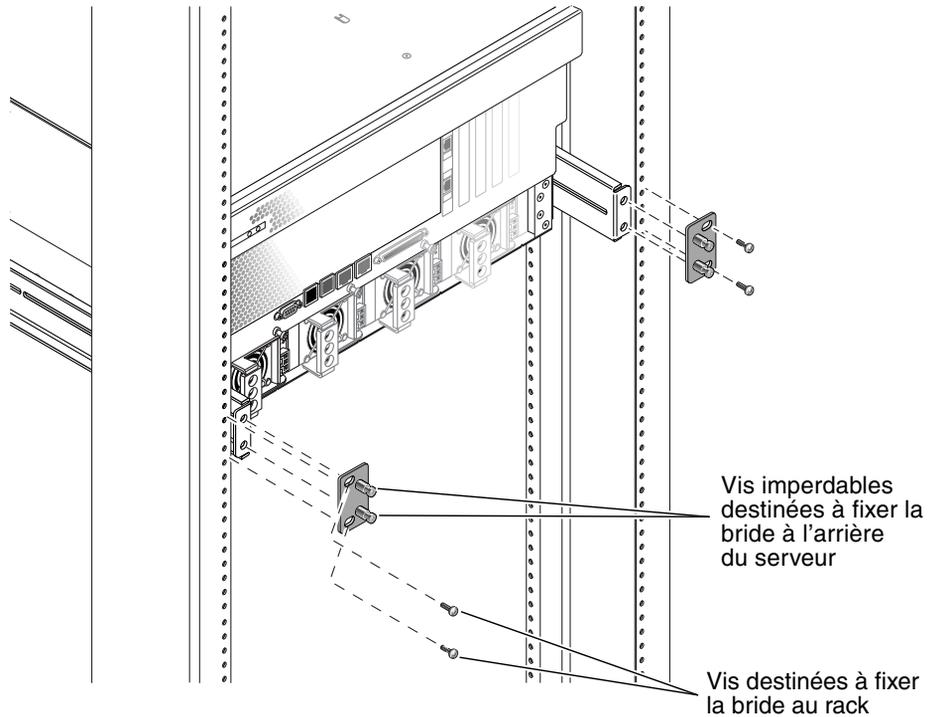

FIGURE 3-5 Fixation de la partie arrière du serveur au rack
9. Passez à l'arrière du rack et, à l'aide de deux vis imperdables, fixez les deux brides de montage aux supports de montage arrière vissés au serveur (voir FIGURE 3-5).
10. À l'aide de deux vis (une pour chaque support de montage arrière), fixez les supports de montage arrière à la partie arrière du rack (voir FIGURE 3-5).